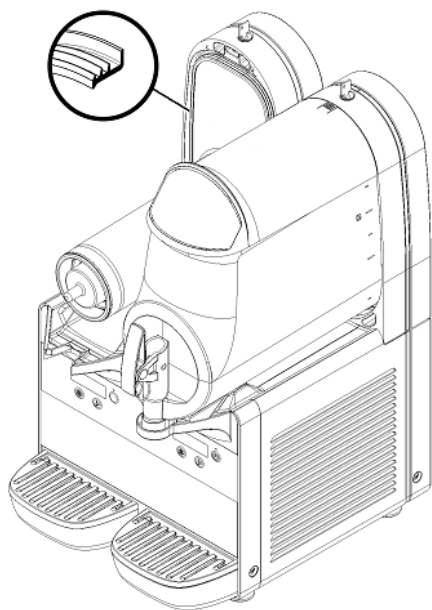

Рисунок 11
- 4 Установите прокладку на емкости. NB обод с большим диаметром должен быть установлен на задней стенке (смотри рисунок 11).